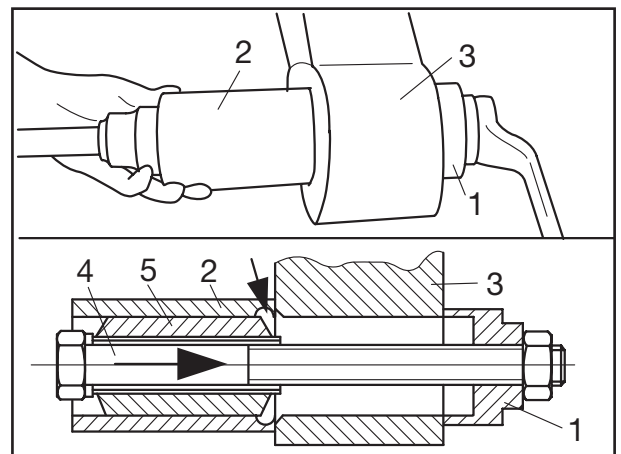

Fig. 14
- [24] Neue Gummi-Stahl-Buchse (Fig. 14/5) außen mit Seifenwasser einstreichen und in das Rohr (Fig. 14/2) einschieben.
- [25] Rohr so ansetzen, dass die innere Ringnut (Fig. 14/Pfeil) an der angefasten Seite des Federauges (Fig. 14/3) anliegt. Schraube einschieben, Druckstück (Fig. 14/1) ansetzen, Mutter aufschrauben und Gummi-Stahl-Buchse in das Lenkerfederauge einziehen.
[24] Coat new bonded rubber bush (Fig. 14/5) on the outside with soapy water and insert into the tube (Fig. 14/2).
[24] Enduire l'extérieur du silent-bloc neuf (fig. 14/5) d'eau savonneuse et le faire entrer dans le tube (fig. 14/2).
[25] Position tube so that the inner annular groove (Fig. 14/arrow) is resting on the chamfered side of the spring eye (Fig. 14/3). Push in bolt, fit on thrust piece (Fig. 14/1), screw on nut and pull bonded rubber bush into the trailing arm eye.
[25] Placer le tube de manière à ce que le manchon intérieur (fig. 14/flèche) soit en contact avec le côté biseauté de l'oeil du ressort (fig. 14/3). Introduire la vis, mettre la butée (fig. 14/1), serrer l'écrou et faire entrer le silent-bloc dans l'oeil du ressort.